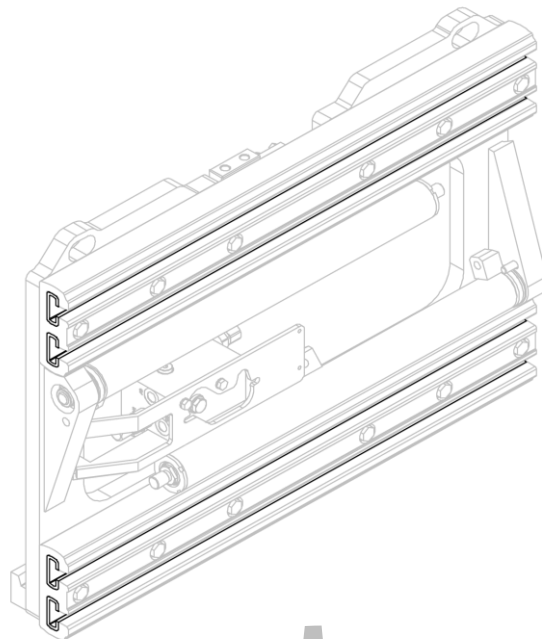
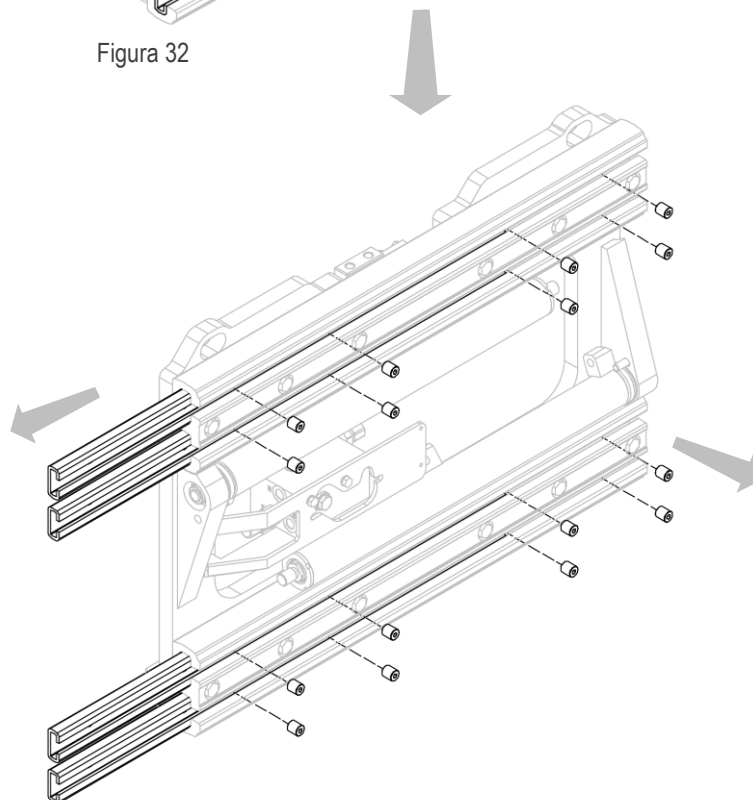

Figura 32
Figura 33
3. Quitar deslizaderas en nailon después de desatronillar las tuercas (mira *Figura 32* y *Figura 33*).